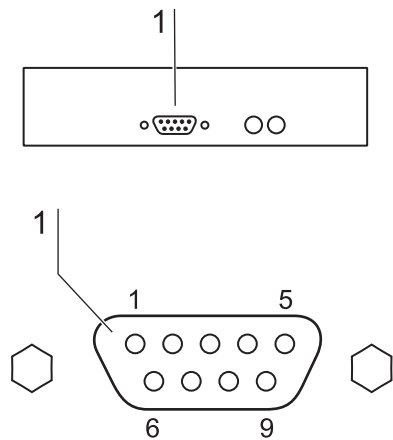

Abb. 11
2. **Abb. 11:** Den Stecker des seriellen Schnittstellenkabels (nicht Bestandteil des Lieferumfangs) in die Steckdose [1] an der Versorgungsschnittstelle des Gerätes an der Gerätefrontseite am Schaltkasten stecken.